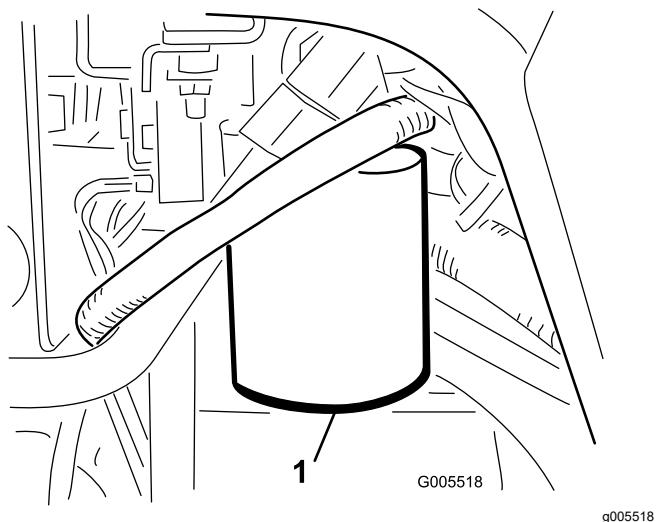

图 57
- 清洁过滤器安装区周围的区域图 57。在过滤器下面放置一个放油盘并拆下过滤器。